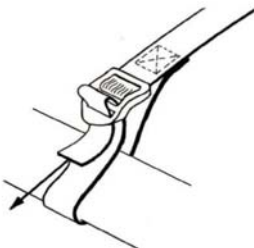

Figura 3
5. Una los extremos sueltos de las tiras de amarre a las barras cruzadas como se muestra en la figura 3.
6. Con las tiras recoja el sobrante al bajar la tira, como se muestra en la Figura 3. Alterne el amarre de las tiras hasta que la bolsa de carga esté firmemente sujeta a la parrilla del techo.